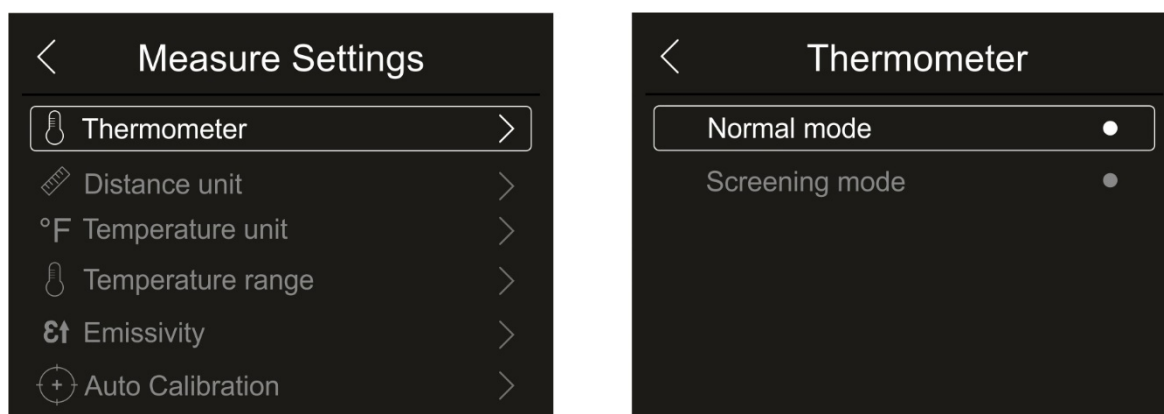

Fig. 24: Menu Termómetro
1. Clique em "Thermometer". A ecrã da Fig. 24 - lado direito é exibido